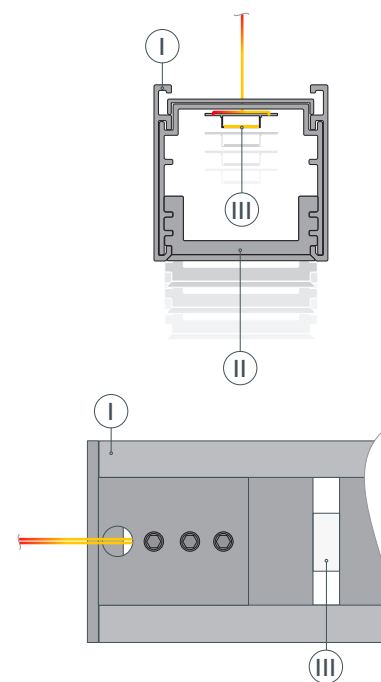

Рис. 5. Установка светодиодной ленты **III**. Вид сверху
- 4 /** Перед приклеиванием светодиодной ленты **III** рекомендуется обезжирить поверхность профиля **I**. Установите светодиодную ленту **III** на профиль **I**. Максимально допустимая для подключения длина отрезка светодиодной ленты указана в инструкции к светодиодной ленте. Протяните через отверстие в заглушке **IV** кабели питания светодиодных лент **III**, как показано на рис. 5. Установите на профиль **I** экран **II**. Подключите светодиодную ленту **III** к источнику питания, строго соблюдая полярность, обозначенную на плате светодиодной ленты. **После проверки исправности работы оборудования — отключите его перед дальнейшими этапами монтажа.**